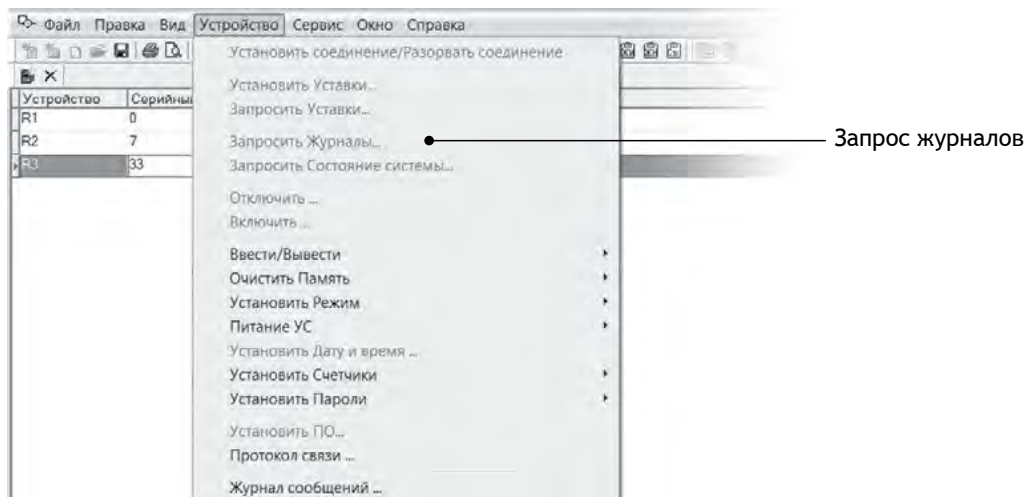

Рис. 4.36. Запрос журналов из реклоузера
2. Выполнить команду «Устройство/Запросить журналы» (см. рис. 4.36) .